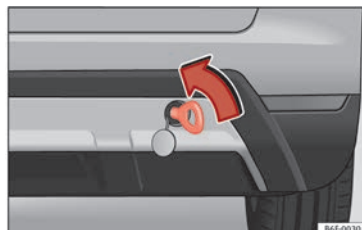

Fig. 109 Paraurti posteriore destro: occhiello di traino avvitato.
- Avvitare l'occhio di traino fino in fondo alla filettatura » **fig. 109** e serrarlo aiutandosi con la chiave della ruota.